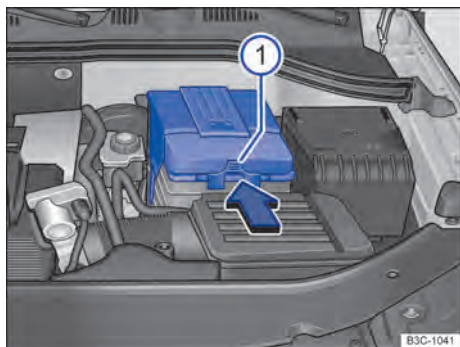

Fig. 205 No compartimento do motor: retirar a cobertura de plástico da bateria do veículo (versão 1).
- Com uma cobertura de plástico: pressionar sobre a tira ⇒ Fig. 205  no sentido da seta e retirar a cobertura de plástico para cima.